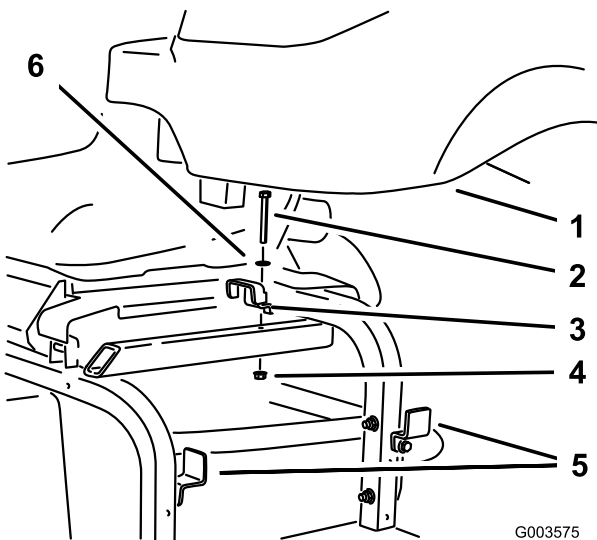

图 8
9. 从机器机架卸掉顶部液压油箱支架并松开机架侧面的 2 个支架 图 8。拆下油箱并保留五金件。